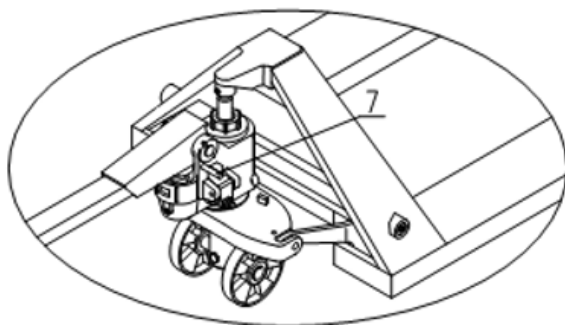

Рис. 2
6. См. рис. 2, опустите рукоятку в горизонтальное положение и вытащите штифт 7, сохранив его для дальнейшего использования при замене рукоятки.